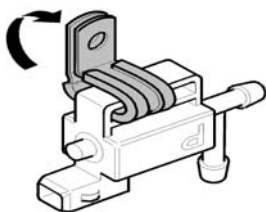

Abb. 3
- Neuen Halter mit Gummiisolierung am Taktventil anbringen (Abb. 3).